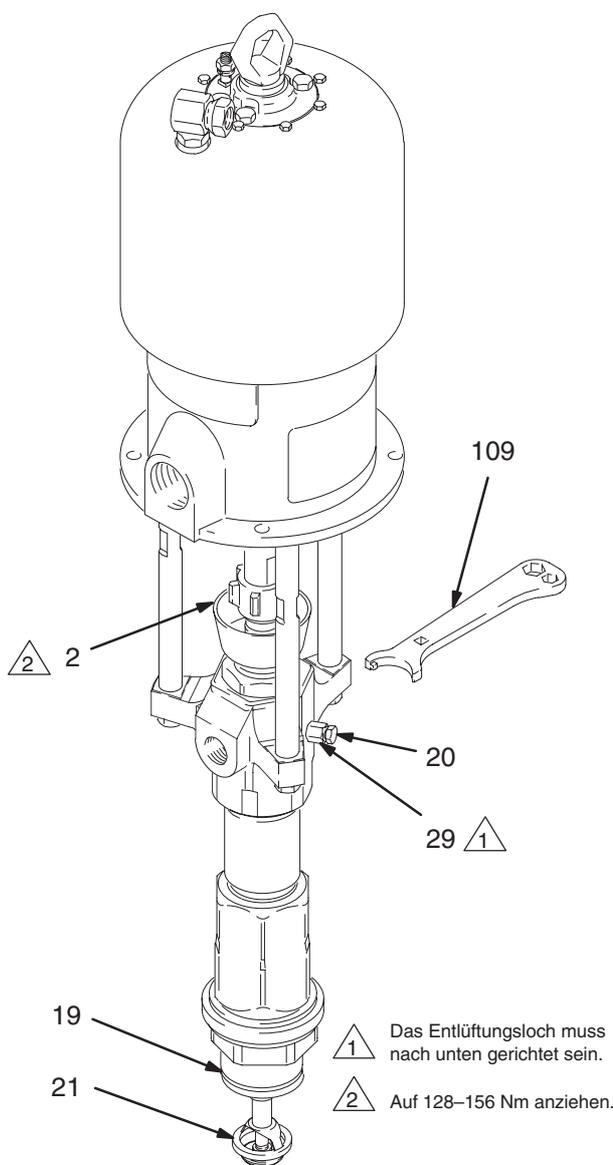

Abb. 5
Vor dem Starten die Packungsmutter (2) zu 1/3 mit Graco TSL-Flüssigkeit oder einer verträglichen Lösung füllen. Siehe Abb. 5.
4. Metallteil der Pistole/des Extrusionsventils (S) fest gegen die Seite eines geerdeten Metalleimers drücken und den Abzug geöffnet halten.
8. Wenn sich die Pumpe nicht vollständig füllt, den Ablassventilstopfen (20) etwas öffnen. Die Luftöffnung an der Unterseite des Ventilkörpers (29) als Entlüftungsventil verwenden, bis das Material aus der Öffnung austritt. Siehe Abb. 5. Den Stopfen schließen.
- HINWEIS:** Wenn die Materialbehälter gewechselt werden müssen und der Schlauch und die Pistole bzw. das Ventil bereits gefüllt sind, den Ablassventilstopfen (20) öffnen, um dadurch das Entlüften der Pumpe zu unterstützen und Luft abzulassen, bevor diese in den Schlauch gelangen kann. Den Stopfen schließen, wenn die gesamte Luft abgelassen wurde.
10. Mit einem Luftregler (F) können Pumpengeschwindigkeit und Materialdruck geregelt werden. Stets den geringsten Druck verwenden, der zur Erzielung der erwünschten Ergebnisse notwendig ist. Ein höherer Druck verursacht vorzeitigen Verschleiß von Düse und Pumpe.